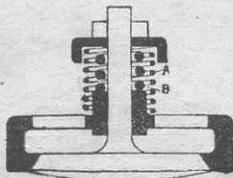

Рис. 134. Способ устранения хлопания в автоматических всасывающих (впускных) клапанах.
6. Стук автоматических всасывающих клапанов. Причина стука кроется по большей части в слишком слабой или слишком сильной пружине. Для предотвращения шума и толчков в конце хода (подъема) клапана ставят сравнительно слабую клапанную пружину А (рис. 134) и, кроме нее, между тарелкой клапана и направляющей ставят еще одну пружину В меньшего диаметра, состоя-